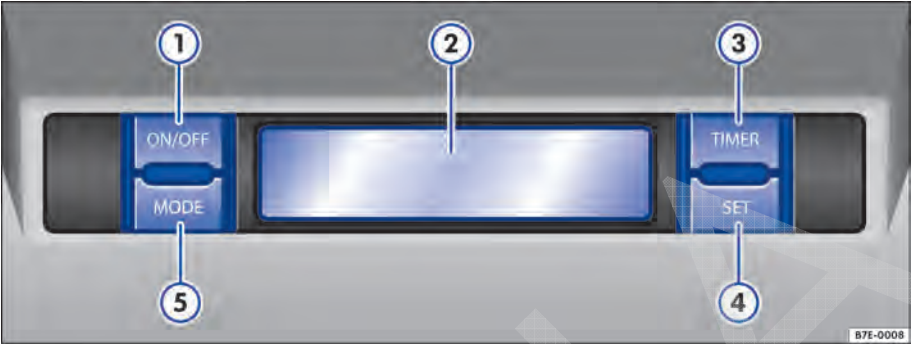

Fig. 124 No revestimento do teto: comandos do aquecimento de água adicional (aquecimento estacionário).
⇒ Fig. 124	Função
ON/OFF	Manualmente com o botão de função ⇒ Fig. 124 ① no display do teto.